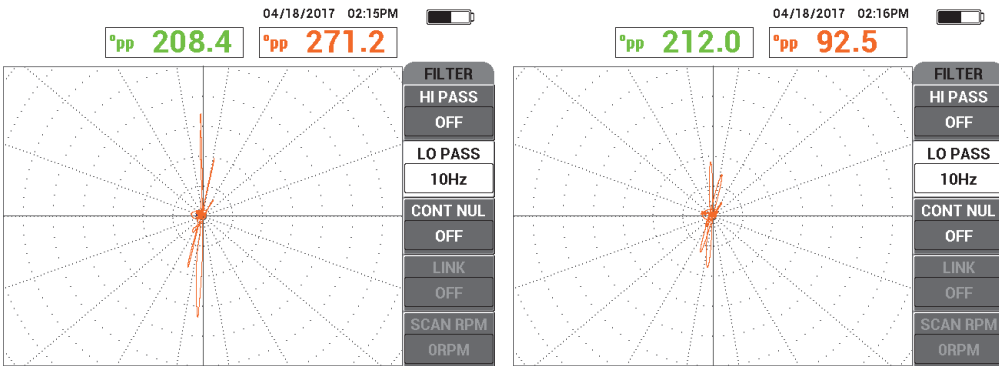

Figura 5-205 Rastreamento com filtro HI PASS de 10 Hz (*esquerdo*); com taxa de rastreamento muita alta (*direita*).
3. Rastreie os defeitos do tubo (veja Figura 5-205 na página 278).